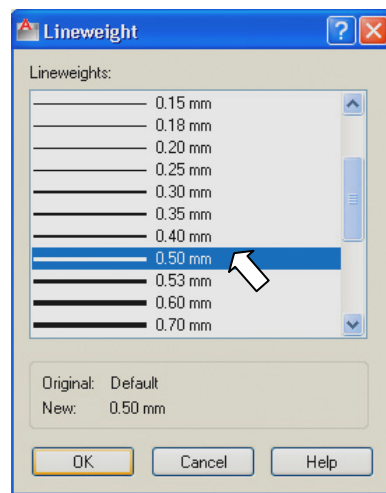

Рис. 4.12. Окно выбора толщины линии для объектов слоя «Штриховые»
8. Щелкните на пересечении столбца **Lineweight** (Вес линии) и строки создаваемого слоя. Появится одноименное диалоговое окно (рис. 4.12).